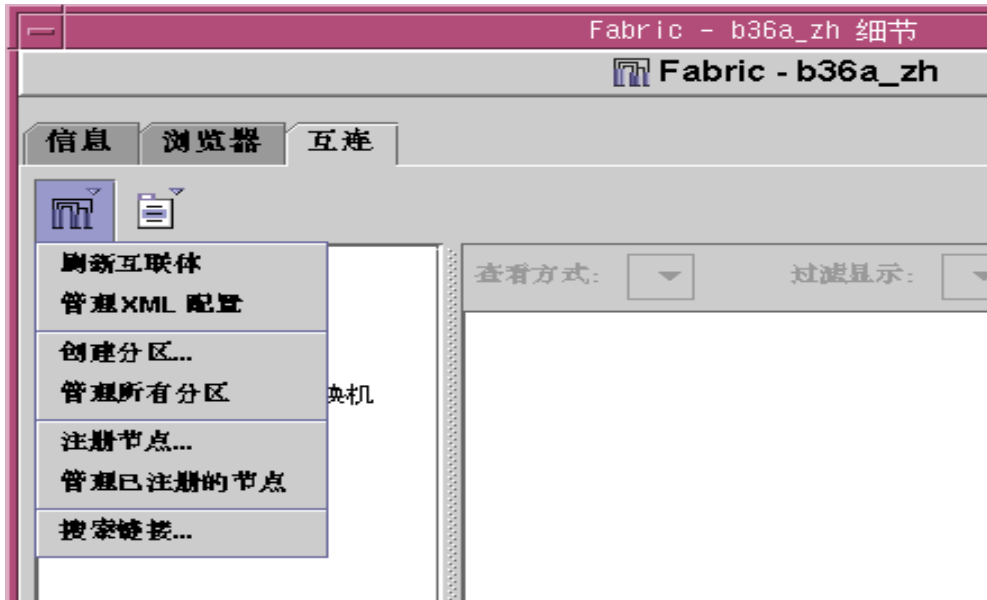

图 6-5 显示“创建分区”菜单项的“互联体”菜单
1. 打开“互联体细节”窗口，然后下拉“互联体”菜单并选择“创建分区”。请参见图 6-5 以获得有关此菜单的说明。